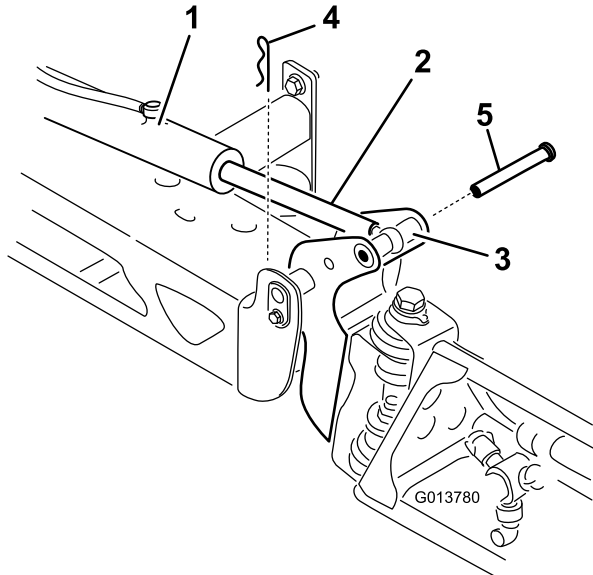

Figure 13
2. Retirez la goupille fendue de l'axe de pivot (Figure 13).
3. Élevez la rampe et retirez l'axe (Figure 13), puis abaissez lentement la rampe au sol.
8. Élevez la rampe pour aligner le pivot sur la tige d'actionneur. Tout en maintenant la rampe, insérez l'axe dans le pivot de rampe et la tige d'actionneur (Figure 13).